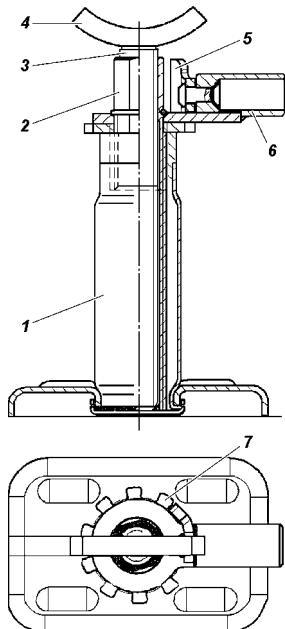
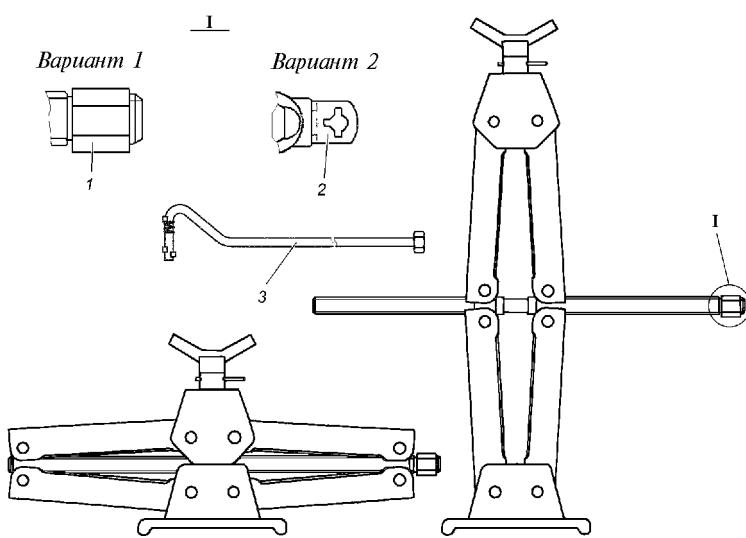

Рис. 10.1. Домкрат:
Рис. 10.2. Домкрат:
**Домкрат** (рис. 10.1 или 10.2) предназначен для вывешивания
колес автомобиля при его техническом обслуживании или ремонте. Грузоподъемность домкратов 2 т. Наибольшая высота подъема домкрата, приведенного на рис. 10.1 - 240 мм, на рис. 10.2 - 295 мм.
**Последовательность действий для вывешивания колеса при применении домкрата, приведенного на рис. 10.1:**
**Последовательность действий для вывешивания колеса при применении ромбического домкрата, приведенного на рис. 10.2:**